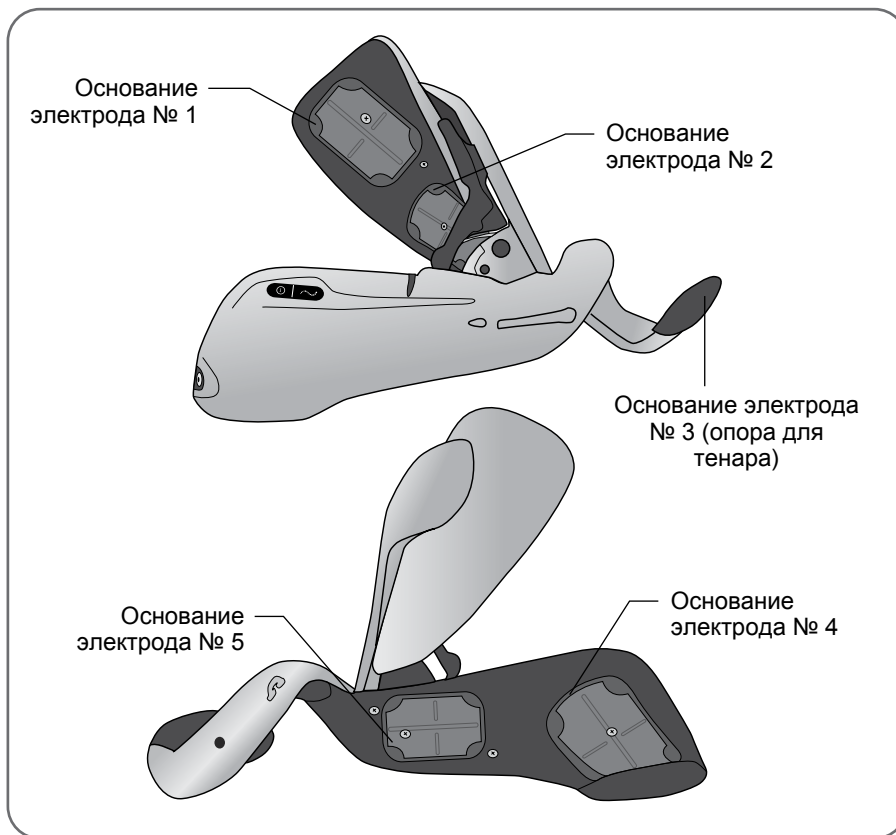

Рисунок 8-5. Основания электродов № 1–5
5. Совместите каждый тканевый электрод с соответствующим основанием электрода. См. рисунок 8-5.